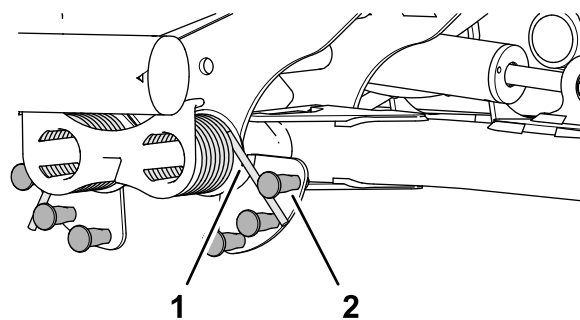

Figura 84
2. Insira a extremidade longa da mola de contrapeso num tubo ou objeto semelhante e rode a mola à volta do pino de ombro até à posição desejada (Figura 84).